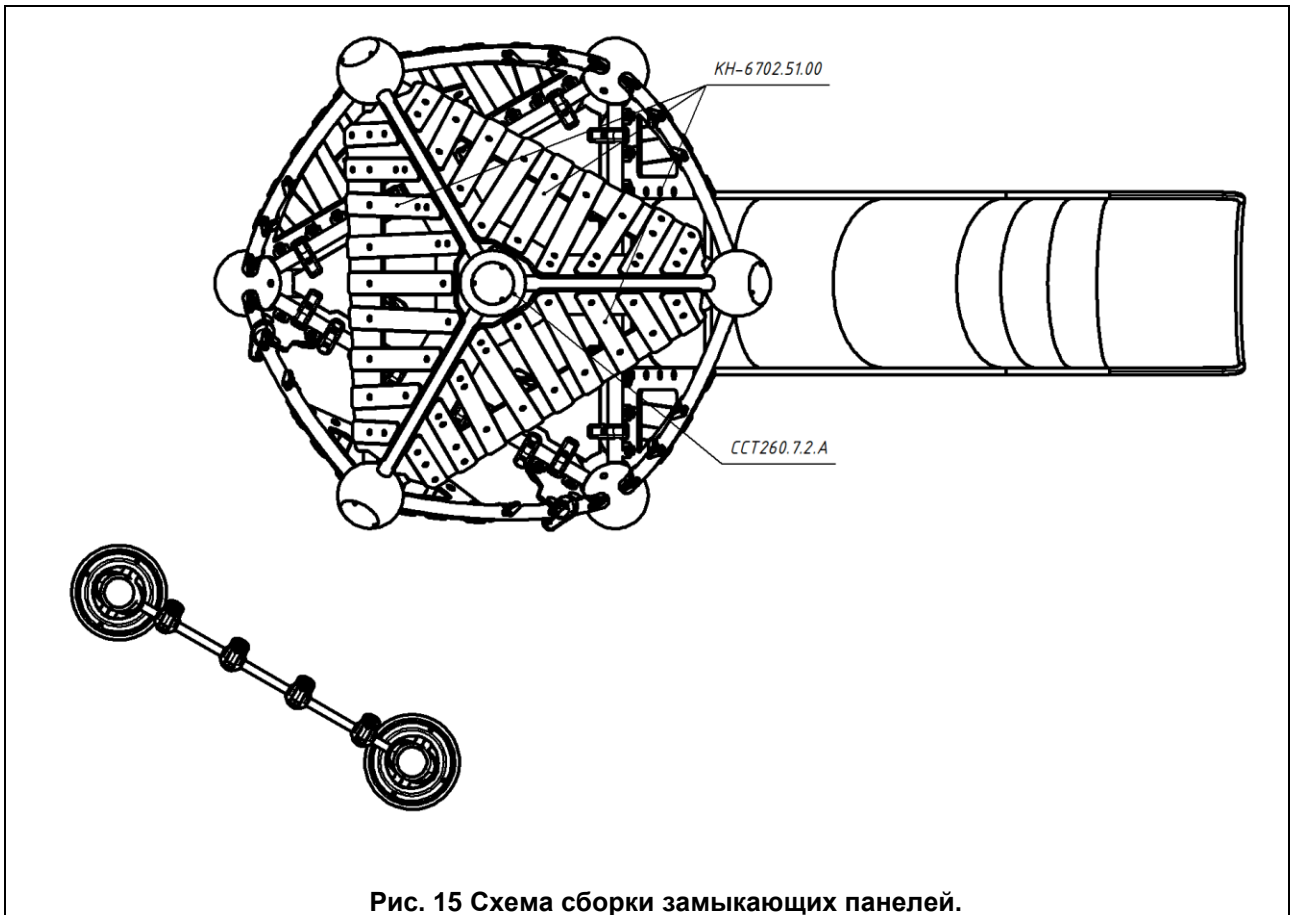

Рис. 15 Схема сборки замыкающих панелей.
24.9. Используя остальные панели собрать верхний ярус. В верхней части панели соединяются шаром «А» (Рис. 15). Типовое крепление панелей представлено на (Рис. 11).